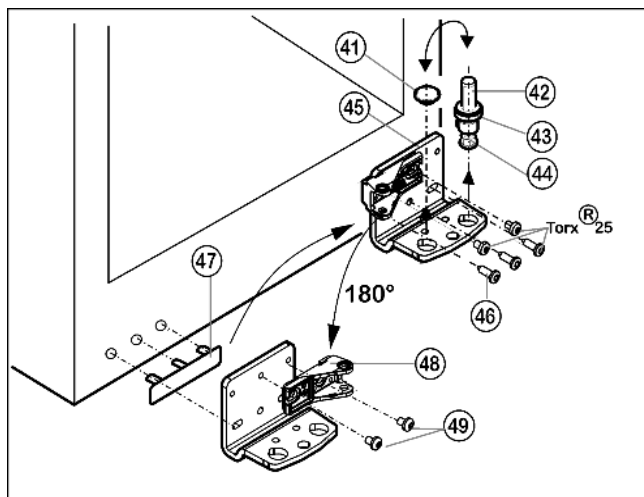

Fig. 12
- Извлеките опорный винт *Fig. 12 (42)* в комплекте с шайбой *Fig. 12 (43)* и регулируемой опорой *Fig. 12 (44)*, вытягивая его вверх.
- Снимите пробку *Fig. 12 (41)*.
- Открутите *Fig. 12 (46)* опорный кронштейн *Fig. 12 (45)*.
- Открутите опорную деталь *Fig. 12 (48)* и снова прикрутите внутри с поворотом на 180°.
- Осторожно снимите и переставьте на противоположную сторону крышку со стороны ручки *Fig. 12 (47)*.
- Снова прикрутите нижний опорный кронштейн *Fig. 12 (45)* на новой стороне шарнира (**с моментом 4 Нм**). При необходимости используйте аккумуляторный шурупверт.
- Переставьте пробку *Fig. 12 (41)* в свободное отверстие.
- Вновь установите опорный винт *Fig. 12 (42)* в комплекте с шайбой и регулируемой опорой. При этом фиксатор должен быть направлен назад.